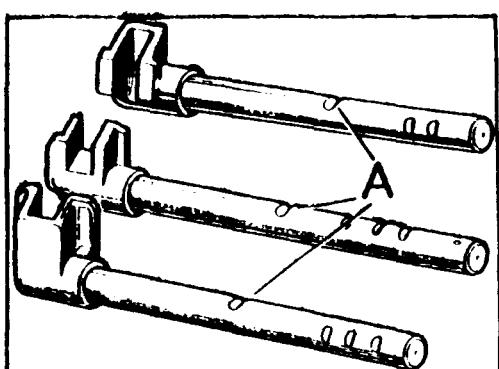

Fig. C-89 Posición de las horquillas respecto a los ejes selectores
- 3.2. Situar las horquillas en los ejes, alineando los orificios para los tornillos de las horquillas con las muescas existentes en la parte superior de los ejes selectores. En el eje selector de 1^a y 2^a se tendrá en cuenta que la muesca donde se tiene que fijar la horquilla es la más próxima a la parte delantera del eje (Fig. C-89).